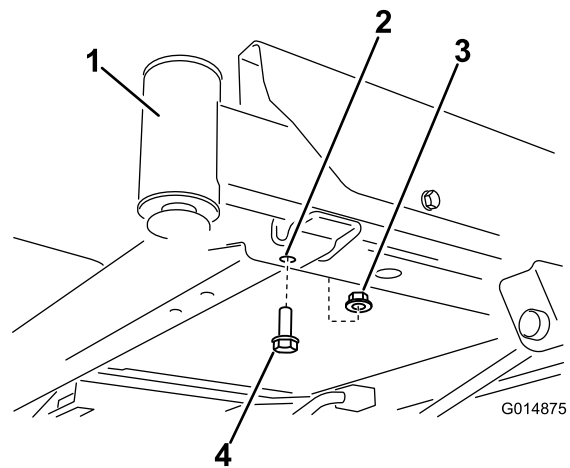
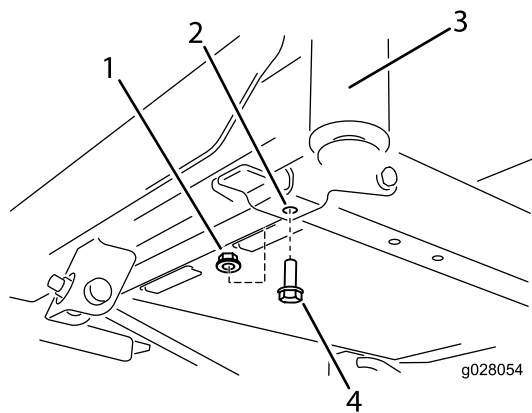

Figura 1
Figura 2
- Individuate i bulloni anteriori sulla parte inferiore del telaio (Figura 1 e Figura 2). Rimuovete i due bulloni (3/8 x 1 poll.) e i due dadi di bloccaggio (3/8 poll.). Conservate i dadi di bloccaggio.